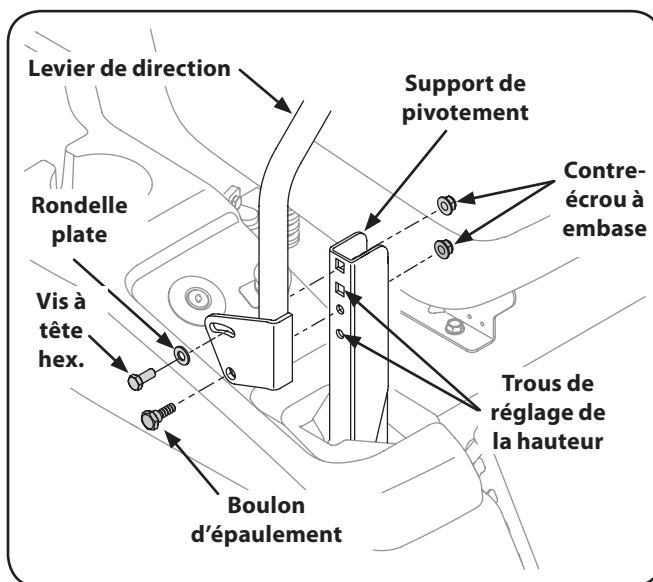

Figure 6-5
2. Retenez le levier de direction pour l'empêcher de tomber et enlevez le contre-écrou à collet, à garniture hex et la vis à épaulement de la base du levier de conduite et du support de pivotement. Voir la Figure 6-5.
- Si il n'est pas déjà desserré, desserrez le contre-écrou à embase et tournez le levier de direction vers l'avant ou vers l'arrière, à la position voulue. Voir la Figure 6-5.